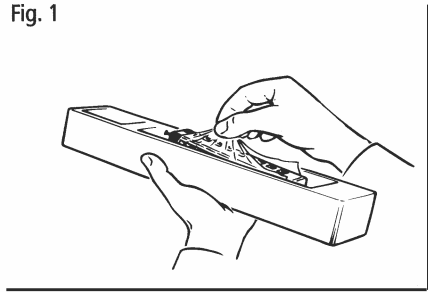

Fig. 2
**Aufrüstung:** Sie können für Ihren Fahrbetrieb unter verschiedenen Kupplungen wählen (Fig. 2). Wir empfehlen den Einsatz der **ROCO-Kurzkupplung**.
Im beigelegten Zurüstbeutel finden Sie auch kleine vorbildgetreue Steckteile für eine erweiterte Aufrüstung Ihrer Lokomotive (Fig. 2), die Sie bitte **vorsichtig montieren**. **Achtung!** Kleben nur mit ausdrücklichem Hinweis.
I den medfølgende tilbehørspose finder du også små dele nøjagtigt som på originalen. Du kan udstyre dit lokomotiv (fig. 2) med disse, men vær forsigtig ved monteringen. OBS! Lim kun, hvor dette udtrykkeligt er angivet.
**Fittings:** Operation is possible with different couplings (fig. 2). We recommend using the **Roco close coupling**.